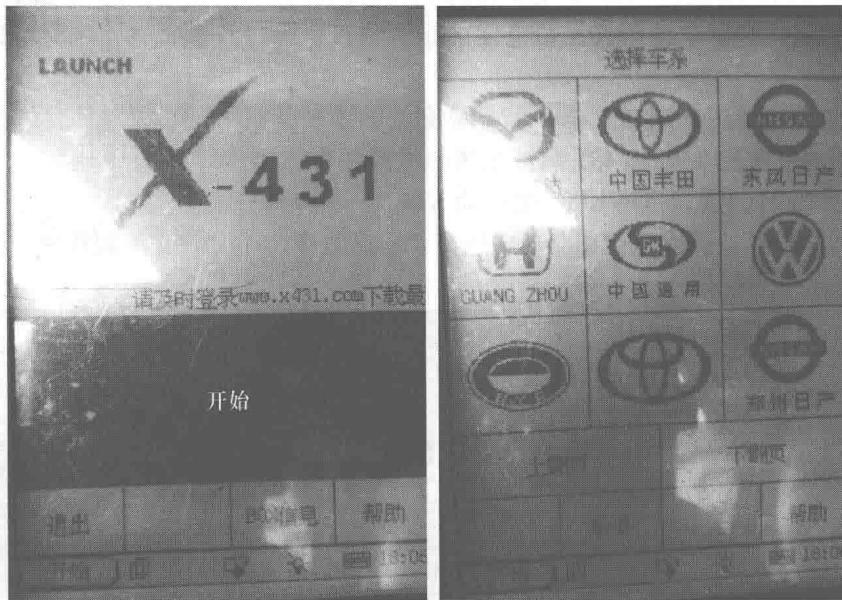

图 1-17 进入 X-431 车系选择界面
6) 点击 X-431 开始界面的“开始”，然后进入 X-431 车系选择界面（图 1-17）。